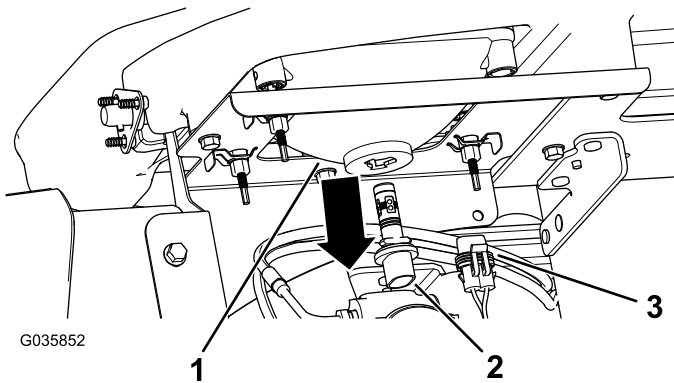

Bild 52
3. Schließen Sie den elektrischen Anschluss für den Kabelbaum vom Lampenanschluss hinten am Scheinwerfergehäuse ab (Bild 52).
4. Drehen Sie die Birne um eine Vierteldrehung nach links und bewegen sie nach hinten aus dem Lampengehäuse (Bild 52).
5. Setzen Sie die neue Birne und das neue Scheinwerfergehäuse ein und fluchten Sie die Nasen in der Birne mit den Schlitzen im Scheinwerfergehäuse aus (Bild 52).
6. Drehen Sie die Lampe um eine Vierteldrehung nach rechts, um sie zu befestigen (Bild 52).
7. Schließen Sie den elektrischen Anschluss für den Kabelbaum am Anschluss der neuen Lampe an (Bild 52).